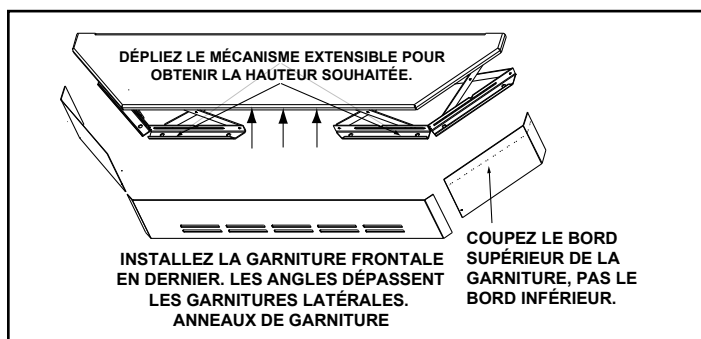

Figure 23.2
2. Dépliez les mécanismes extensibles à la hauteur souhaitée. Utilisez un tournevis à tête cruciforme et serrez les vis pour bloquer les mécanismes en place. **Figure 23.2.**